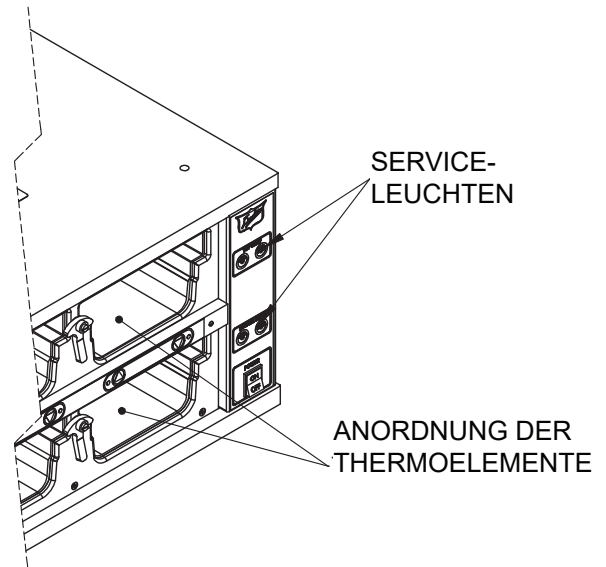

Abbildung 3
Die Service-Leuchte befindet sich an der Vorderseite des Bedienfelds neben der Wärme-Leuchte (siehe Abbildung 3). Sie zeigt dem Bediener an, wenn ein Fehler im Heizungskreis des Geräts vorliegt. Wenn eine Service-Leuchte aufleuchtet, darf das betroffene Fach erst dann wieder verwendet werden, nachdem die Störung von einem qualifizierten Servicetechniker behoben wurde. Die Service-Leuchte kann durch folgende Fehlerbedingungen von der Steuerung aktiviert werden:
- Bringen Sie das Oberflächentemperatur-Thermoelement am Boden des ersten Fachs in der geometrischen Mitte der Einheit an. Das erste Fach ist das Fach, das der Bedieneinheit am nächsten liegt (siehe Abbildung 3). Stellen Sie sicher, dass das Thermoelement während der Aufzeichnung der Messwerte über guten Kontakt mit der Oberfläche verfügt.